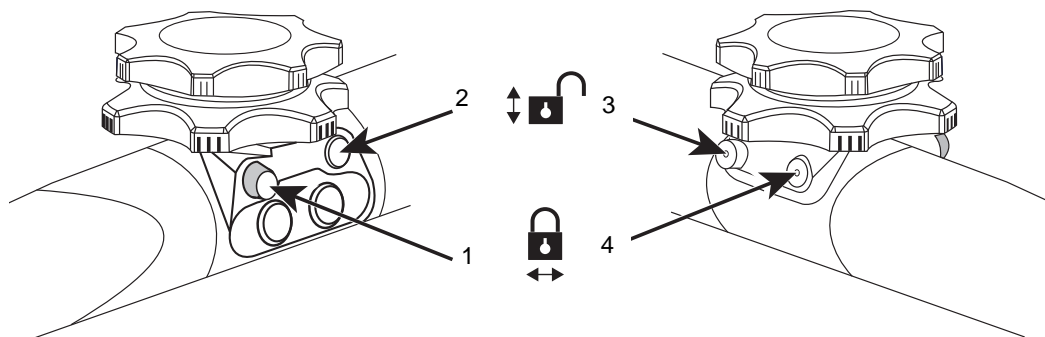

図 2-5 プローブ先端部湾曲のアングルブレーキの操作
アングルブレーキは青色のボタンで、ハンドルの右側面から左側面まで貫通しています。前後アングルブレーキは取付けリングに近い方のボタンで、左右アングルブレーキはプローブ先端に近い方のボタンです(図 2-5を参照)。
- ▶ 患者の食道の損傷を防止するため、プローブを挿入または抜き取る際には、湾曲角度のブレーキを解除し、操作ダイヤルをニュートラルに設定し、操作ダイヤルが抵抗なく回転する状態にしなければなりません。2-9ページの図 2-5 を参照してください。